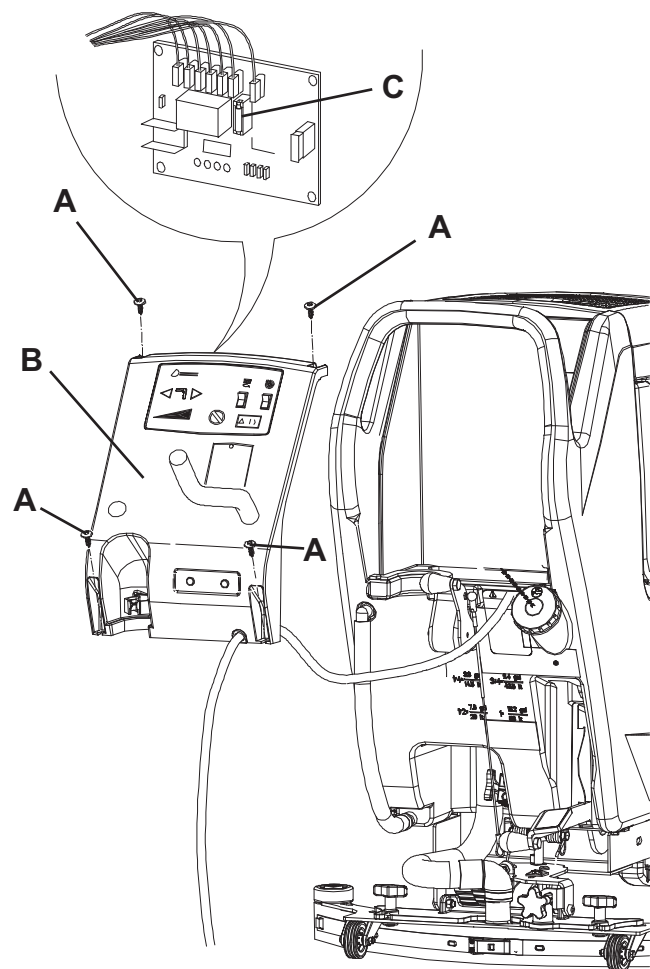

Рис. 6
1. Отсоедините шнур питания (3) от электросети, но не наматывайте его на держатель (4).
2. Уберите в сторону шланг слива отработанной воды (12).
3. Снимите шнур питания (3) с держателя (4).
4. Снимите винты (А, Рис. 6) и аккуратно сдвиньте панель (В).